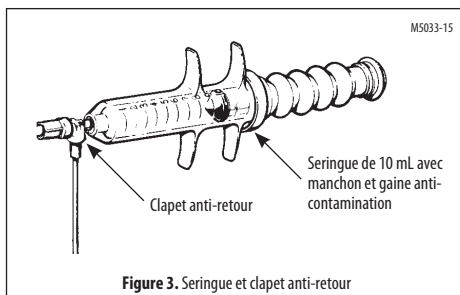

Figure 3. Seringue et clapet anti-retour
- Raccorder la seringue de 10 mL à la valve unidirectionnelle/au clapet anti-retour (Figure 3).